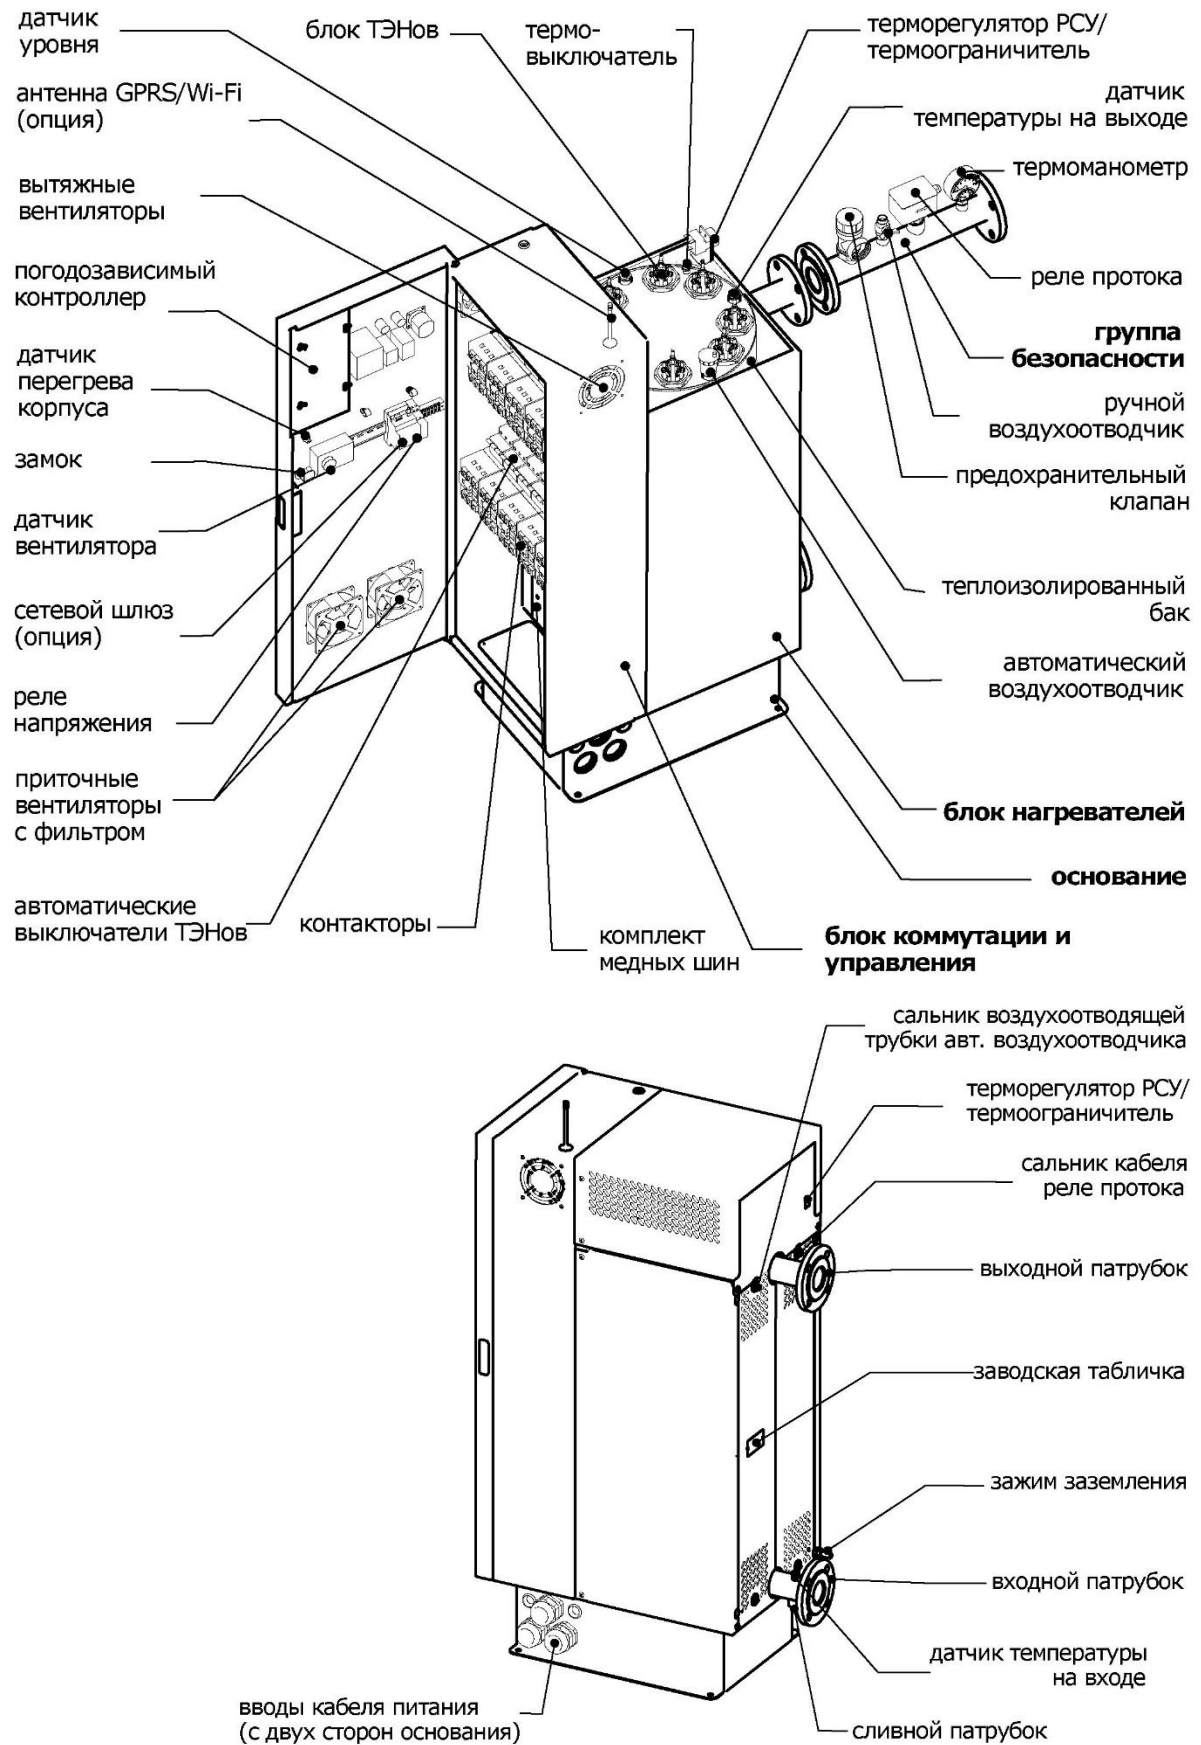

Рис. 2
4.2. Устройство электродкотла показано на рис. 2.
Электрокотёл состоит из блока коммутации и управления, блока нагревателей с блоками ТЭНов и основания. В блоке коммутации и управления размещены: медные шины для подключения к электросети, автоматические выключатели блок ТЭНов, контакторы, автоматический выключатель цепи управления. На двери БКУ смонтирован контроллер, реле напряжения, сетевой шлюз (опция), датчик перегрева, датчик вентилятора и вентилятор (или вентиляторы) с фильтром. На корпусе БКУ расположена внешняя антенна GPRS/Wi-Fi (опция). Блок нагревателей включает в себя теплоизолированный бак, в верхней части которого установлены блоки ТЭНов, автоматический воздухоотводчик, датчики уровня и температуры на выходе и термовыключатель. Термоограничитель/ терморегулятор РСУ установлен в блоке нагревателей с возможностью регулировки через вырез в крышке блока нагревателей (см. рис. 2).
6.19. Блок коммутации и управления допускается эксплуатировать отдельно от блока нагревателей (см. рис. 2), закрепив его на стене – раздельная компоновка электродкотла. Для этого необходимо:
7.3. При эксплуатации электродкотла в основном режиме, терморегулятор резервной системы управления/ термоограничитель (см. рис. 2) должен быть всегда настроен на максимальную температуру (90°C). Если термоограничитель настроен на температуру меньшую, чем температура в системе отопления, то на дисплее появится сообщение об отсутствии протока и нагрев не включится.